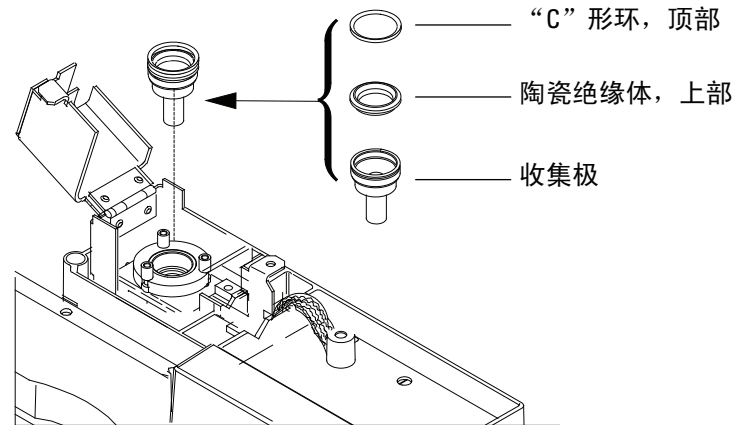

图7 NPD 收集极、上绝热体和“C”形圈
- 20 安装“C”形圈下扣环、陶瓷绝缘体和“C”形圈上扣环。请参见图 7。